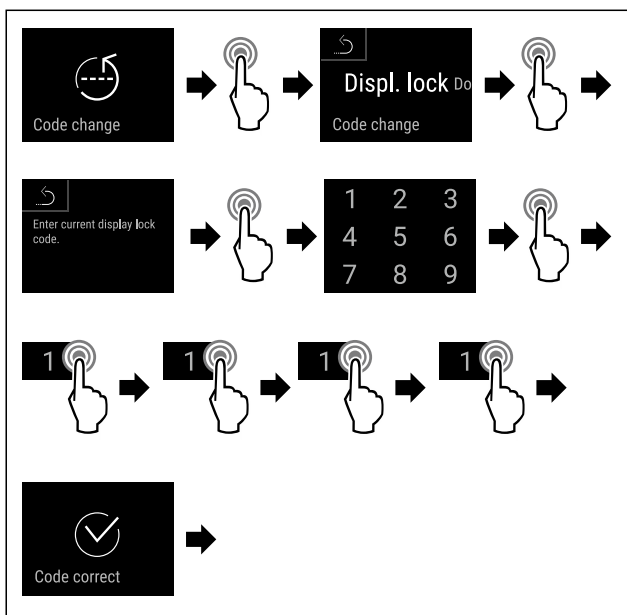

Fig. 84
- ▶ Eseguire i passaggi (vedere Fig. 84) .